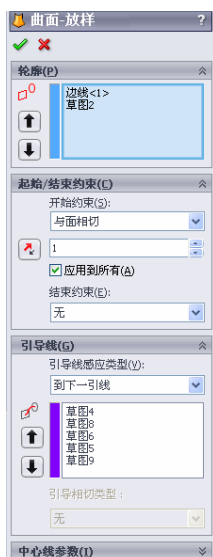

图 7-127 “曲面-放样”属性管理器
⑫ 执行放样曲面命令。选择菜单栏中的“插入”→“曲面”→“放样曲面”命令, 或者单击“曲面”工具栏中的“放样曲面”图标按钮, 此时系统弹出如图 7-127 所示的“曲面-放样”属性管理器。